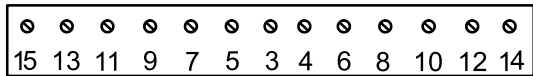

图24
6. 按照图24 中的顺序，依次上紧螺丝扭矩至 25.4N•m。